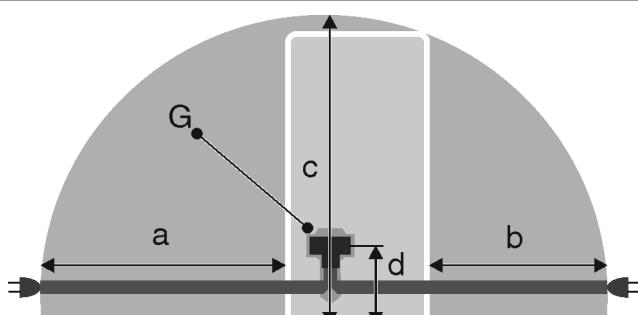

Fig. 48
- Steckdose liegt außerhalb des Geräterückseitenbereichs im gegebenen Bereich Fig. 48 (a, b, c).
- Gerätestecker Fig. 48 (G) auf der Rückseite des Gerätes einstecken. Auf richtiges Einrasten achten.